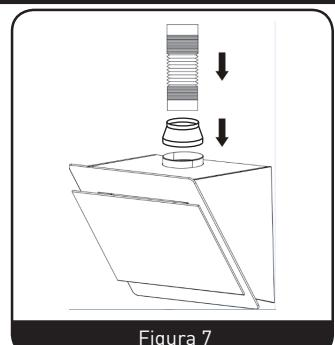

Figura 7
4. Conecte el tubo de plástico en la parte superior de la campana extractora.(Figura 7)